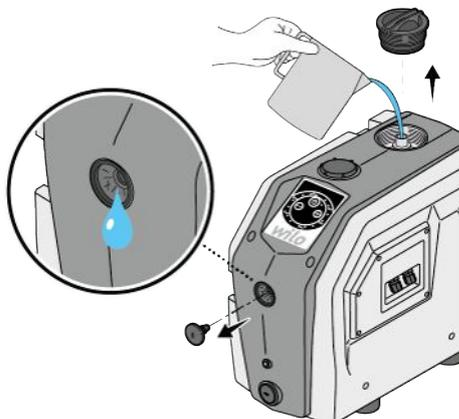

Fig. 9: Befüllen
- Produkt mit Wasser (ca. 1,5 L) befüllen, bis Wasser aus der Belüftungsöffnung austritt (Fig. 9).